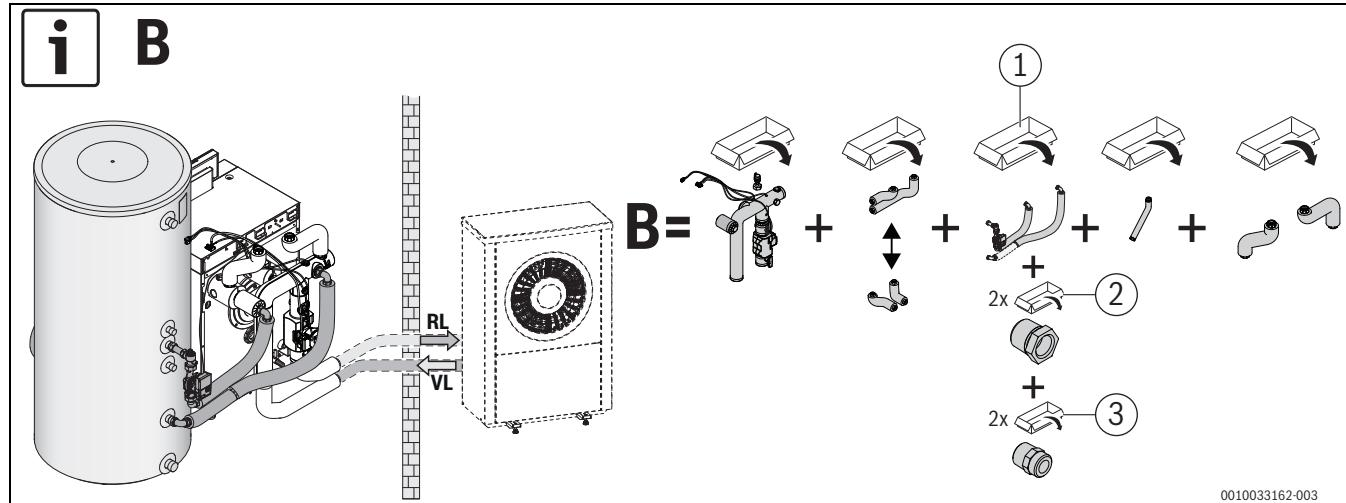
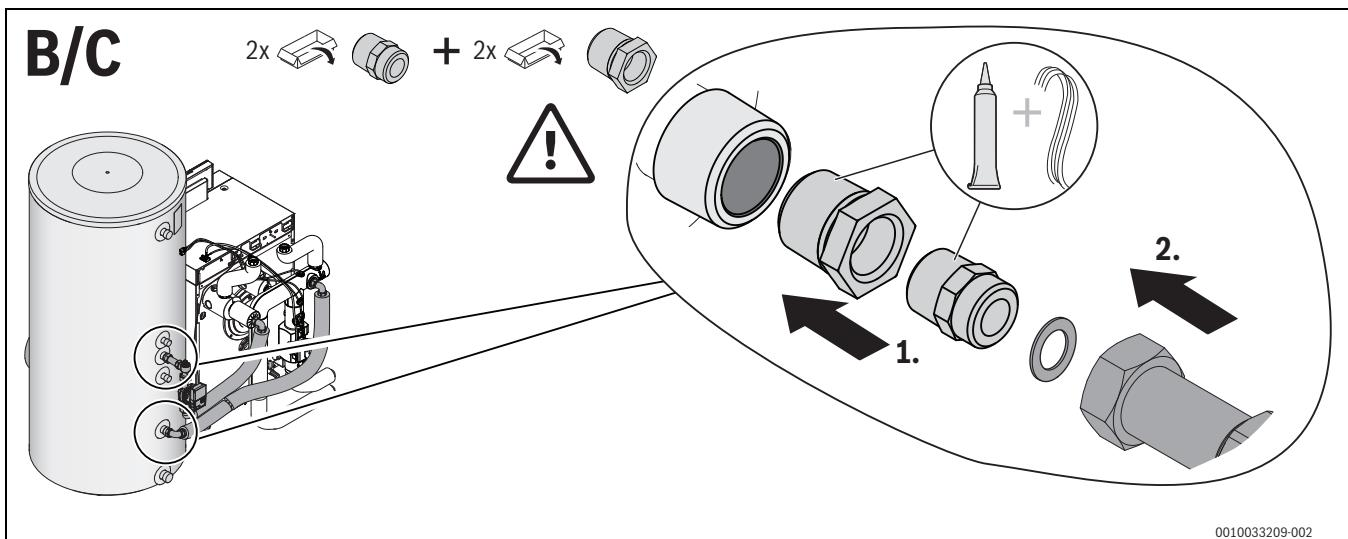

Bild 13 Speicher-Verbindung stehender Speicher rechts, Variante B, beispielhaft dargestellt für Kesselgröße 15 kW
Bild 15 Montage Speicherverbindung stehender Speicher, Varianten B und C
- Rohrgruppe entsprechend der vorgesehenen Varianten (→ Bild 13 – Bild 15) montieren (→ separate Installationsanleitung des Speicher-Verbindungs-Sets beachten); **Varianten B, C**.